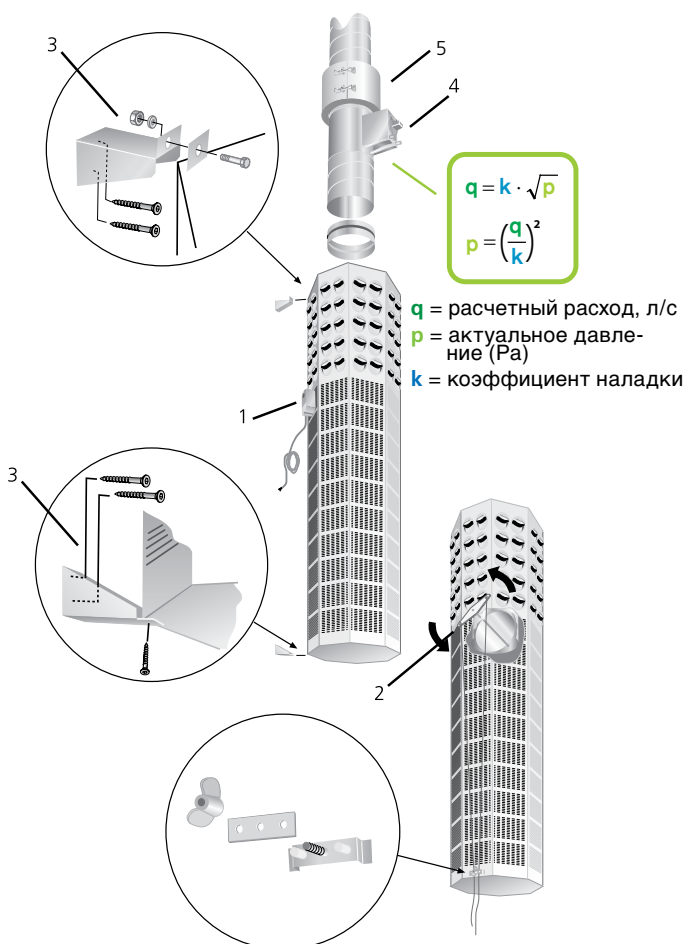

Рис. 1. Монтаж, наладка
ВОС предназначен для помещений с высокими потолками, таких как крупные магазины, промышленные предприятия, спортивные залы и т.п. Он имеет форму восьмигранной призмы. Верхняя секция терминала оснащена нашими уникальными аэродинамическими дисками, нижняя - имеет перфорированную съемную переднюю панель, внутри которой расположен лист с адаптивной распределительной системой VARIZON®. Дисконная и перфорированная секции разделены заслонкой, управляемой электродвигателем (1) или вручную (2), см. рис. 1. ВОС монтируется у стены или колонны с помощью прилагаемых кронштейнов.
Регулируемый блок измерения (4, рис.1) для наладки расхода воздуха.
Быстроразъемная муфта для облегчения монтажа и демонтажа (5, рис.1).
Наладка расхода воздуха производится устройством для регулирования расхода воздуха (4), монтируемым в воздухопровод перед ВОС. См. рис. 1. Внимание! 4 и 5 (рис. 1) не входят в поставку.
Пояснения к рис. 1
Кронштейны (3), монтируемые к стене, а затем к ВОС, прилагаются. См. рис. 1.